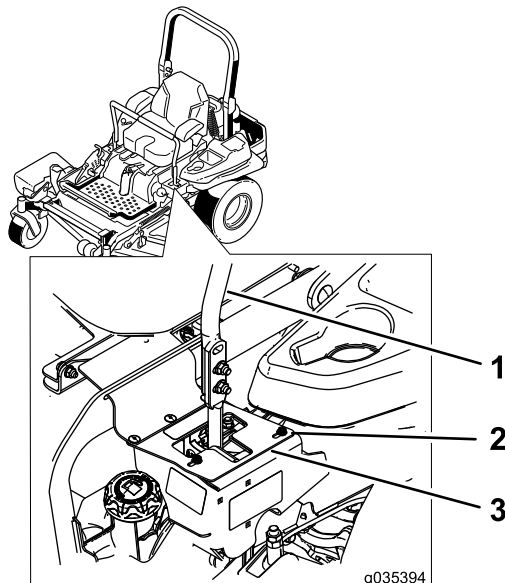

Figura 71
6. Se la macchina tende a destra, allentate i bulloni e regolate la piastra della battuta sinistra spostandola indietro sulla fessura a T sinistra finché la macchina non procede in linea retta (Figura 71).
7. Se tende a sinistra, allentate i bulloni e regolate la piastra della battuta destra spostandola indietro sulla fessura a T destra finché la macchina non procede in linea retta (Figura 71).
8. Serrate i bulloni della piastra della battuta (Figura 71).